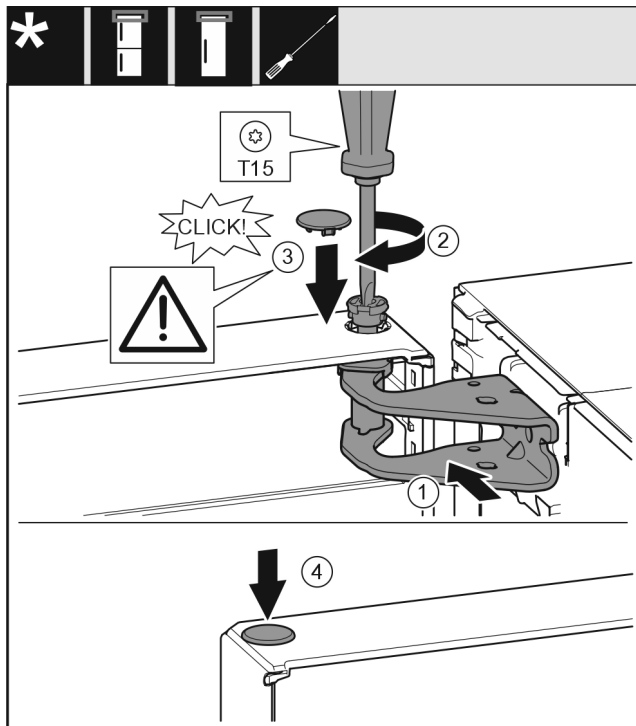

Fig. 19
- ▶ Poravnajte gornja vrata prema otvoru u podlošku ležaja Fig. 19 (1).
- ▶ Umetnite svornjak Fig. 19 (2) i pritegnite ga odvijačem.
- ▶ Postavite poklopac Fig. 19 (3).
- ▶ Provjerite da poklopac Fig. 19 (3) naliže na vrata.
- ▶ Postavite poklopac Fig. 19 (4).